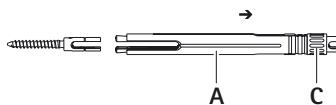

Fig. 7
- Retirer l'ensemble douille de blocage 2, voir Fig. 7.